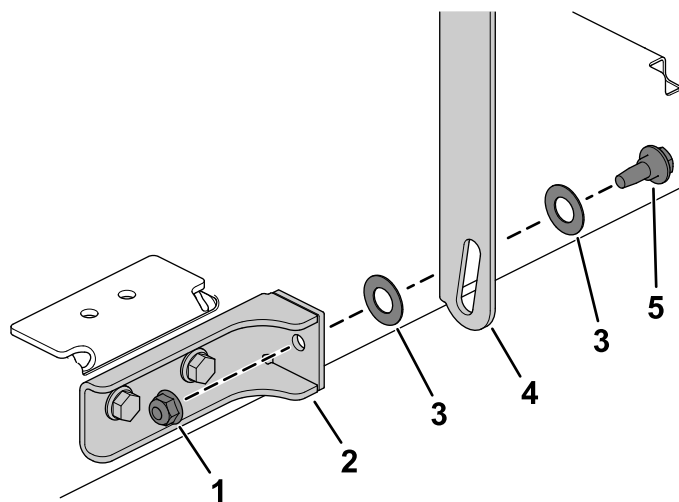

図 9
2. 図 9のように、側面用パイプパネルをパネルブラケットに固定するショルダボルト、平ワッシャ5/16"2枚、フランジロックナット5/16"1個を使用し、手締めで取り付け。